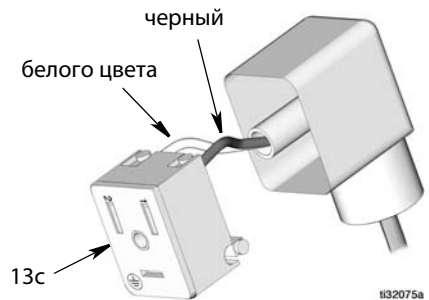

Рис. 7
- Снимите пластину фиксатора (13с) с разъема DIN (Рис. 7).
Внутри разъема DIN отсоедините черный провод от клеммы 1, а белый провод — от клеммы 2 (Рис. 7). Если разъем не поврежден, его можно повторно использовать для сборки с более длинным проводом на шаге 12, стр. 8.